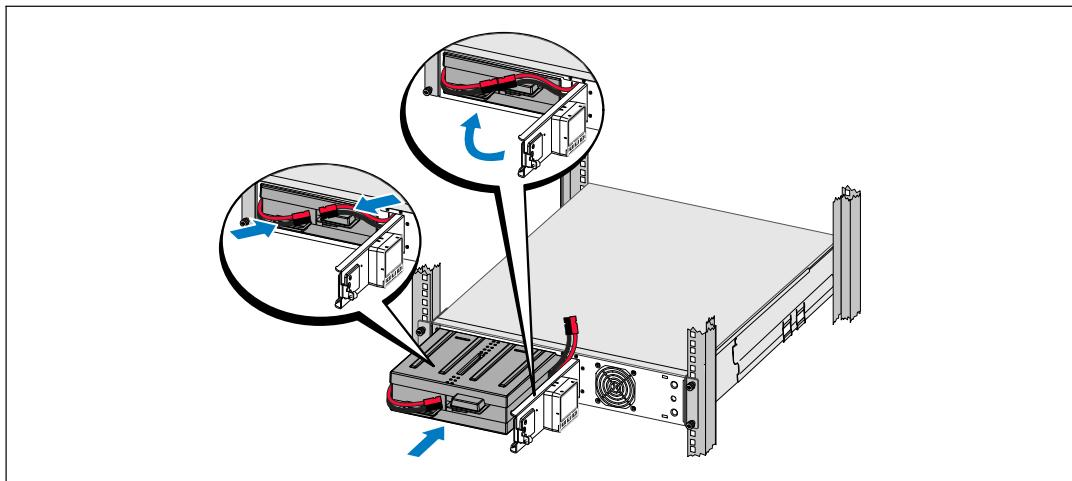

図17. バッテリートレーの取り付け方法
- 8** UPSバッテリートレーを取り付けます（図17を参照）。